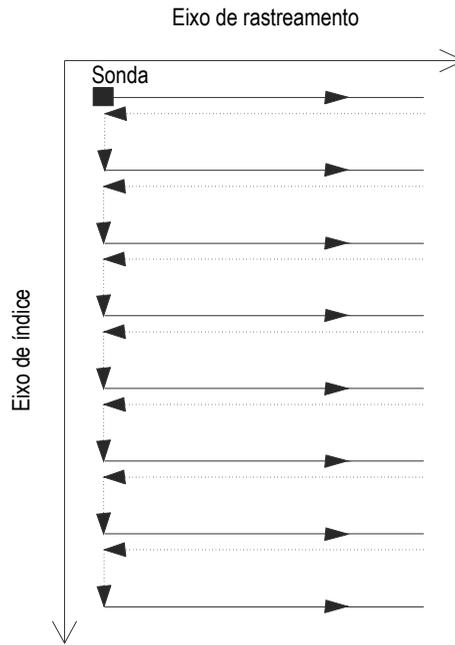

Figura 5-6 Rastreamento de superfície unidirecional
O rastreamento de superfície utiliza dois eixos: (1) o eixo de rastreamento, que é o eixo de linhas de rastreamento e, (2) o eixo de índice, que é o eixo mecânico do movimento entre as linhas de rastreamento. No final de cada rastreamento no eixo de rastreamento, um incremento é adicionado para a posição no eixo do índice. A aquisição de dados para rastreamentos unidirecionais é realizada em apenas uma direção no eixo de rastreamento, como mostrado na Figura 5-6 na página 167. Este tipo de rastreamento é usado normalmente com os mecanismos de rastreamento que possuem folga na direção do rastreamento.